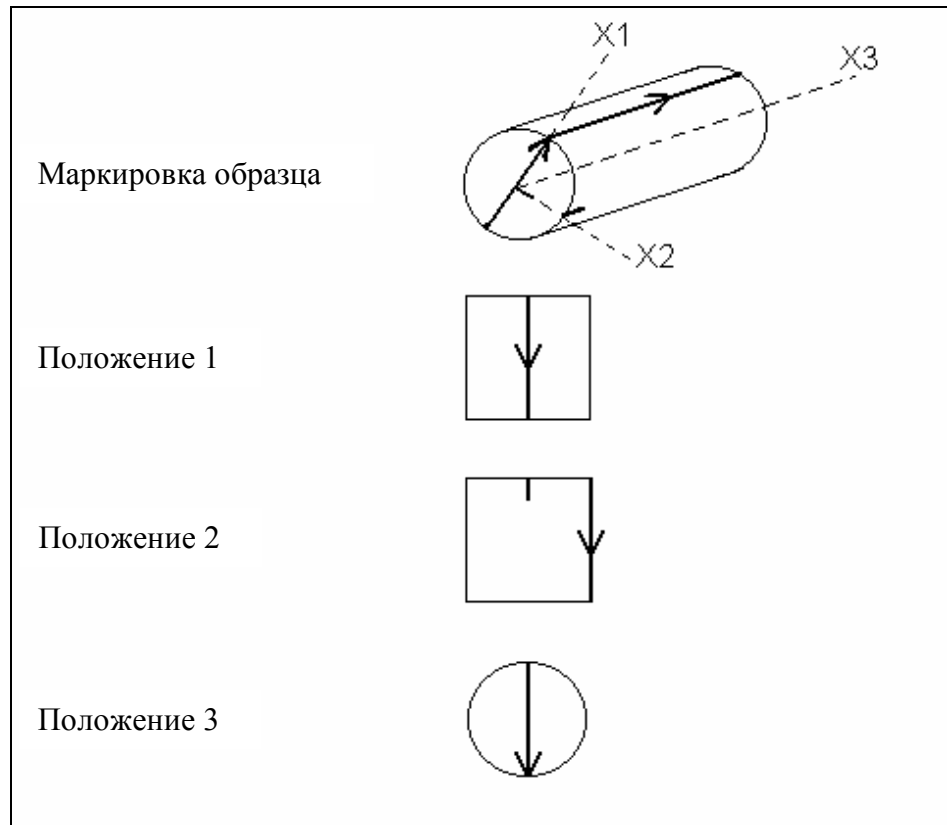

Рис. 3. Положения измерения – метод вращающегося образца
- Прежде чем нажать клавишу F1, оператор должен зафиксировать образец в держателе, в положении измерения № 1 (см. Рис. 3).